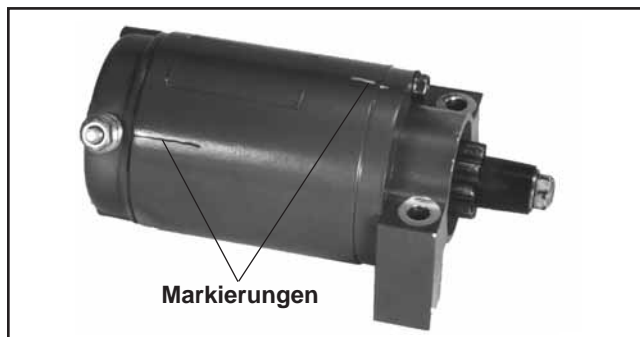

Abbildung 8-17. Markierungen an der Anlassereinheit.
2. Suchen Sie die kleine erhabene Linie an der Kante der Antriebsendkappe. Bei Anlassern mit Typ-A-Kollektorendkappen, wird es an einer vorgedruckten Linie am Anlassergehäuse ausgerichtet. An Anlassern mit Typ-B-Endkappen verfügt das Gehäuse über keine vorgedruckte Markierung. Bringen Sie daher ein Stück Klebeband am Gehäuse an und markieren Sie eine Linie auf dem Band, die mit der erhabenen Linie an der Endkappe übereinstimmt. Siehe Abbildung 8-17.
3. Installieren Sie die Antriebsendkappe über der Antriebswelle. Stellen Sie sicher, dass die Markierungen an Endkappe und Anlassergehäuse aneinander ausgerichtet sind. Siehe Abbildung 8-17.